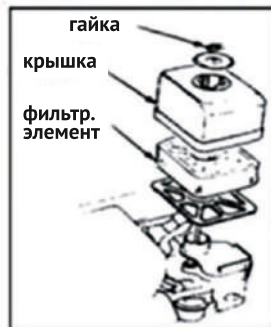

Рис. 16
7.3. Обслуживание воздушного фильтра (рис. 16)